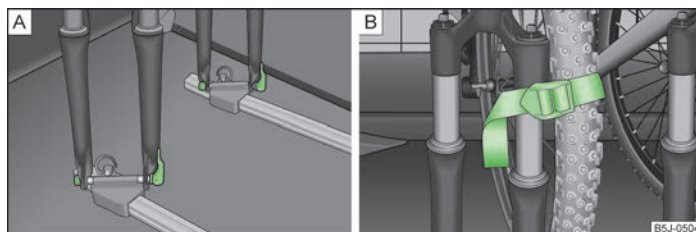

Fig. 58 Introducerea bicicletei / exemplu de fixare a roții față
- Așezați furca roții bicicletei pe axul de fixare și strângeți-o cu elementul de fixare rapidă » fig. 58 - **A**.
- Depozitați roata față demontată între brațul pedalei stânga și cadrul bicicletei, și fixați-o cu o curea pe furca față » fig. 58 - **B**, resp. pe un element de fixare.